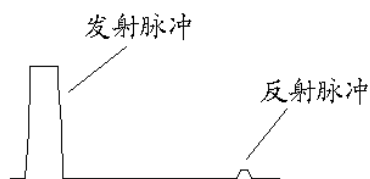
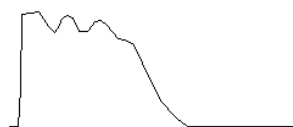

图 3
图 4
4、**输出幅度**：用于调节输入、输出脉冲幅度大小。使用时应根据屏幕显示波形进行调节。调节过小时，脉冲反射很小，甚至无法采样，如图 3。调节过大时，反射脉冲相连与基线无交点甚至基准线会变成斜线，如图 4。一般采样前，输入振幅旋钮旋转 1/3 左右，然后根据采样波形大小再进行调节，重新采样。